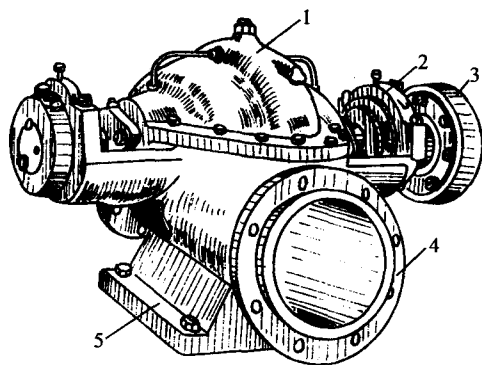

图 1-4 S 型离心泵外形
(2) 单级双吸离心泵的特点(图 1-4) 这种泵使用也比较广泛,其流量范围为  $20 \sim 11000 \text{ m}^3/\text{h}$ ,扬程范围  $9 \sim 140 \text{ m}$ ,型号有 S 型、SH 型等。其特点是流量比单级单吸离心泵大,扬程和效率较高,适宜在丘陵地区的较大灌溉区使用。由于泵体较重,应采用固定安装。